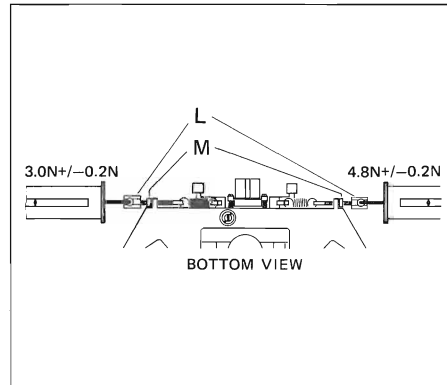

Fig. 3.10
- Den Spezialbolzen [L] an den Gewindestift anschrauben und eine Federwaage einhängen und daran ziehen, bis zwischen der Vierkantmutter [M] und der Halterung ein Luftspalt entsteht (Fig. 3.10).
- Screw special pin [L] to the headless set-screw, attach a spring dynamometer and pull at the latter until an air gap is created between the square nut [M] and the mounting. (Fig. 3.10)
- Vissez le boulon spécial [L] à la tige file-tée, accrochez-y le dynamomètre et tirez jusqu'à ce qu'apparaisse un jeu entre l'écrou à 4 pans [M] et le support. (Fig. 3.10)